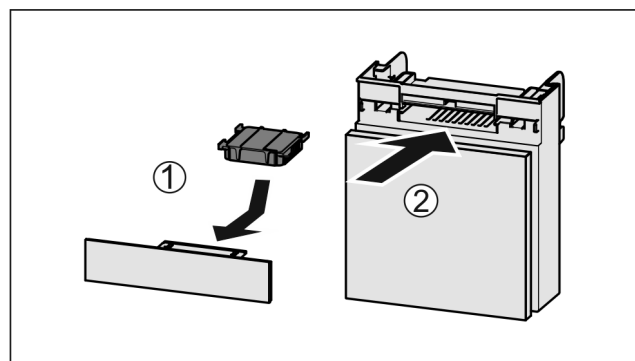

Fig. 273
- Вставити фільтр з активованого вугілля за малюнком Fig. 273 (1).
- Вставити відділення Fig. 273 (2).